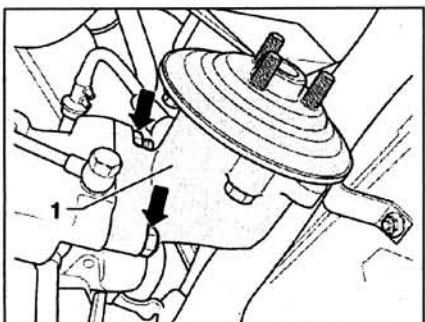

Рис. 7.29. Открутите гайки (стрелки) и снимите вакуумный насос 1.
3. Открутите гайки (стрелки) и снимите вакуумный насос 1 (рис. 7.29).